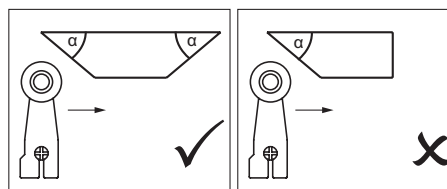

Bild 1: Nockenform
- ▶ Um ein Prellen des Betätigungselements zu verhindern muss der Nocken allmählich auslaufen (siehe Bild 1).